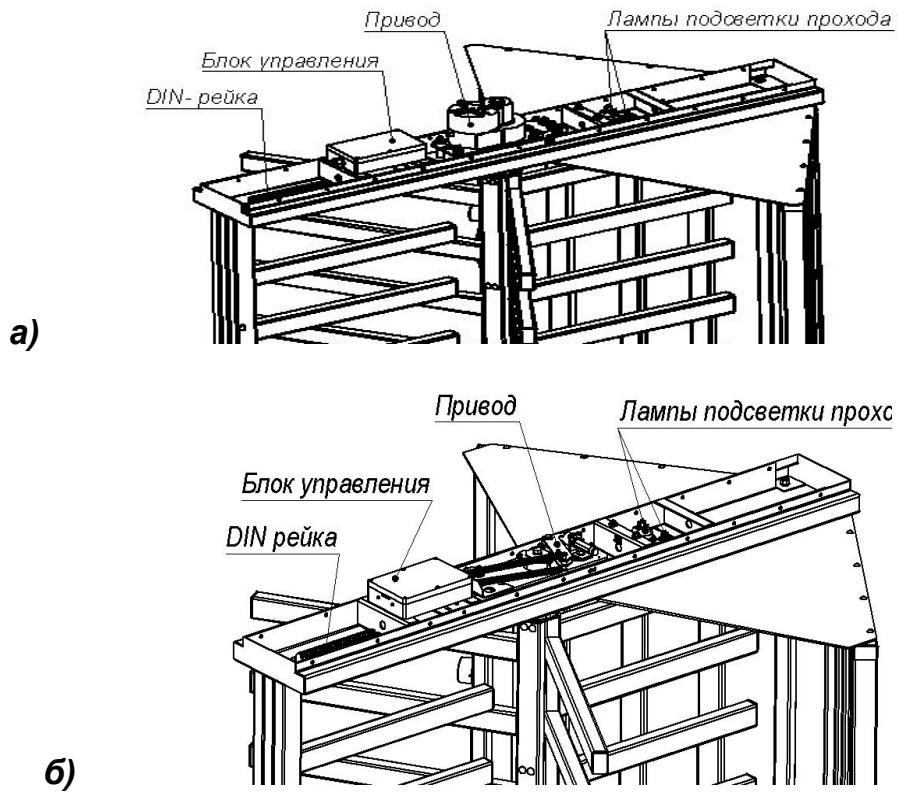

Рисунок 3 – Вид балки привода (13) без кожуха (14):
5.2.10 Блок управления выполнен в виде отдельного устройства в закрытом корпусе и осуществляет управление турникетом в соответствии с поступающими управляющими сигналами. Для удобства подключений все соединения блока управления выведены на DIN-рейку, также расположенную внутри балки привода (см. рисунок 3). Подводка всех кабелей к DIN-рейке осуществляется через нижнее отверстие в преграждающей стойке (3) со стороны фланца (4), далее вверх по стойке в балку привода (рисунки 1 и 3).